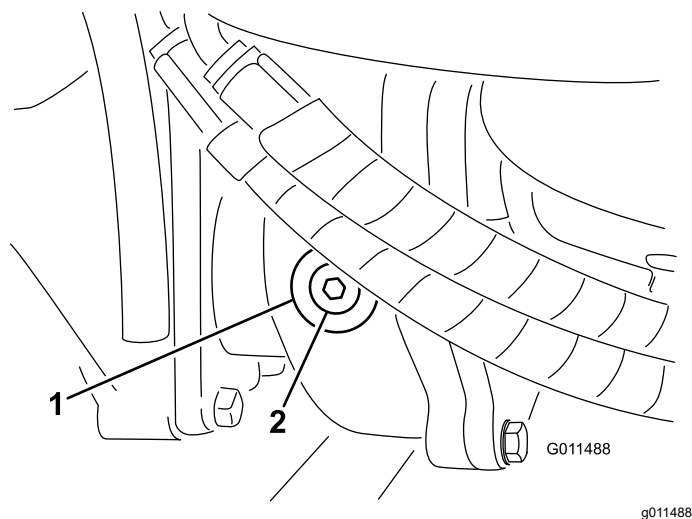

图 67
2. 从齿轮箱的左侧取出检查/注油塞确保润滑剂向上直至孔的底部图 67。